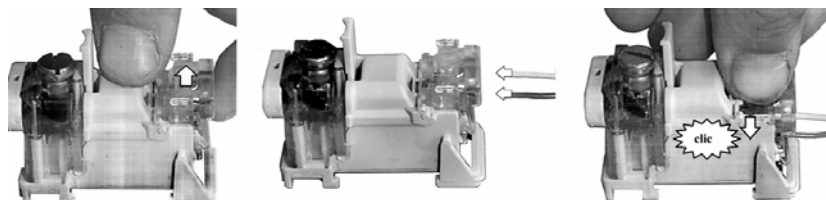

Рис. 13.12. Подключение проводников со станционной стороны модуля.
13.2.5. Для подключения проводников со станционной стороны следует поднять прижимные крышки контактной платформы и ввести до упора пары распределительного кабеля в заполненные гидрофобом маленькие отверстия модуля. Нажать на прижимные крышки контактной платформы до щелчка (рис. 13.12).